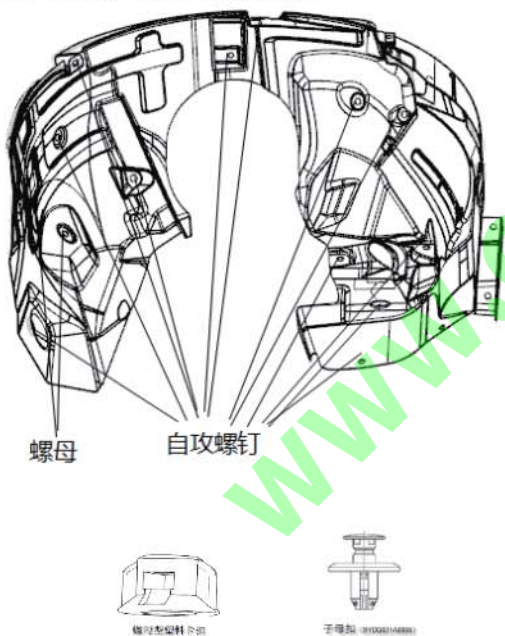

图 2-12
(2) 用一字螺丝刀拆除 12 个卡扣，以及拧下 2 个塑料螺母，如图 2-12 所示：